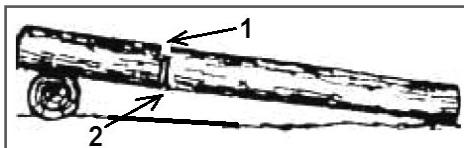

Рис. 16 Пропилы при раскряжевке дерева на одной опоре
- Бревно лежит на одной опоре (Рис. 16). Разгрузочный пропил (1) на 1/3 бревна делается сверху. Основной пропил (2) делается снизу навстречу разгрузочному пропилу.